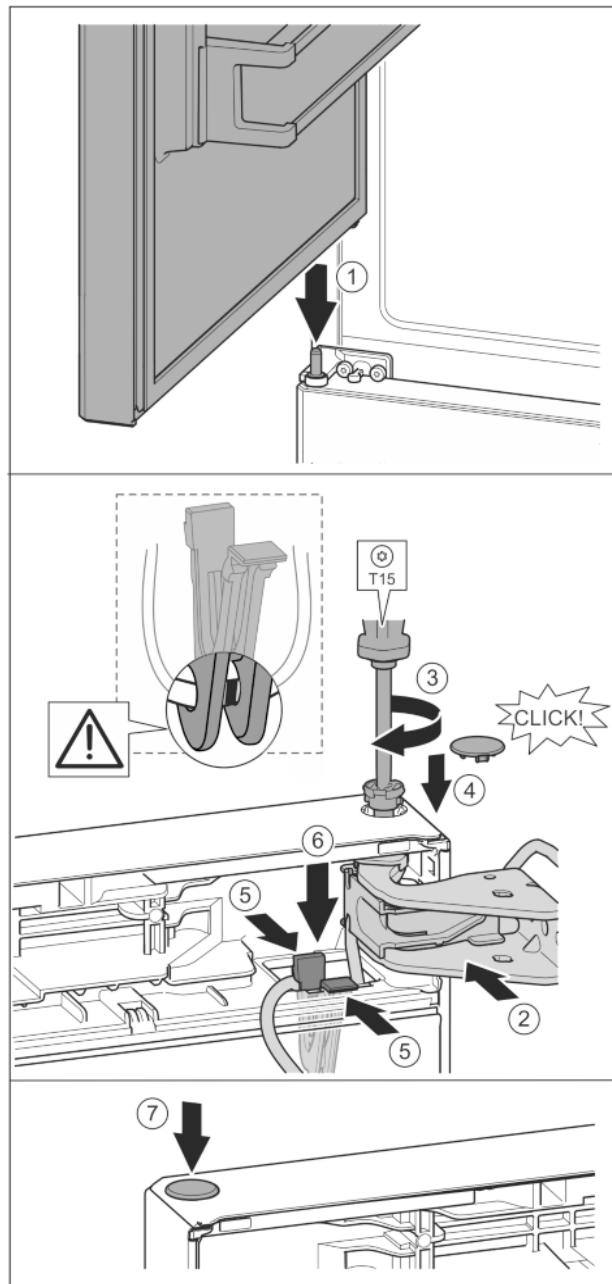

Fig. 40
- Установка верхней двери на средний опорный палец Fig. 40 (1)
- Дверь вверху выровнять по отверстию в опорном кронштейне. Fig. 40 (2)
- Вставить палец и затянуть отверткой T15. Fig. 40 (3)
- Установить предохранительную крышку для защиты двери: вставить предохранительную крышку и проверить, прилегает ли она к двери. В ином случае вставить палец полностью. Fig. 40 (4)
- Вставить держатель кабеля с закрепленным на нем кабелем в отверстие. Fig. 40 (5)
- Прижать держатель вниз так, чтобы соединительная накладка защелкнулась. Fig. 40 (6)
- Вставить заглушку. Fig. 40 (7)